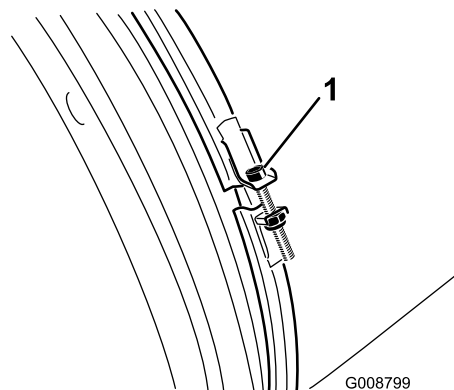

Figura 48
2. Verificați dacă clema duzei suflantei prezintă urme de uzură sau de deteriorare (Figura 48).
3. Verificați zilnic etanșitatea la aer a clemei duzei suflantei (Figura 48).